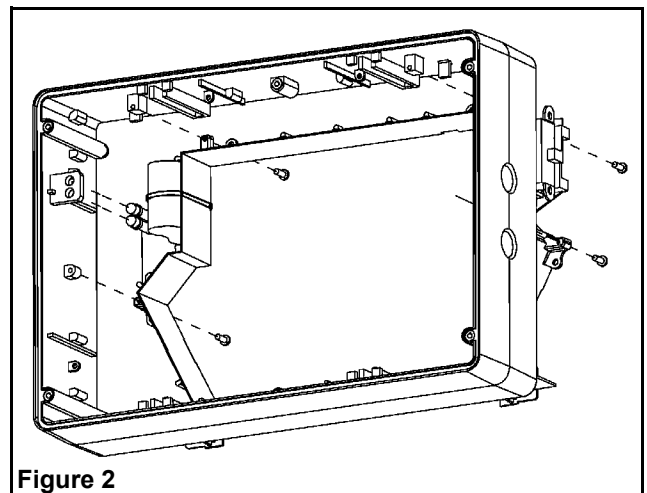

Figure 2
- g. Pour accéder aux trous défonçables du cadre, retirer les 4 vis retenant le module électronique au cadre afin de les séparer (voir figure 2).